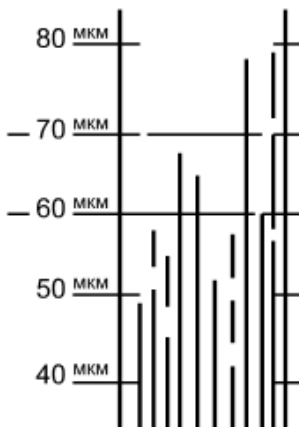

Рисунок 2.2 – Графическое изображение оценки результатов (штрихи);
6. Определить показание шкалы прибора, соответствующее этой границе. Границу начала штрихов, расположенных в направлении от большего деления шкалы к 0, определяют по месту появления третьего непрерывного штриха, доходящего по глубине до металла (рис. 2.2), если нет других указаний в нормативно-технической документации на испытуемый материал. Отдельный непрерывный штрих, начинающийся на расстоянии более 15 мм от других штрихов, во внимание не принимают.